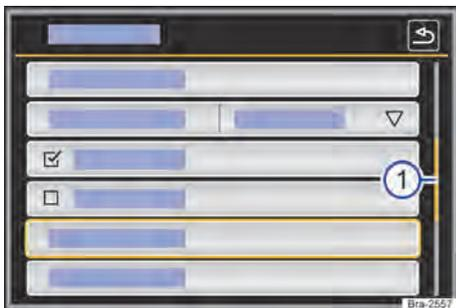

Fig. 102 Representação esquemática: entradas da lista no menu de configurações.
As entradas de lista podem ser acessadas pelo toque direto no display ou por meio do botão de regulagem → Fig. 102 ④.
Se em uma exibição de lista houver mais registros selecionáveis do que podem ser visualizados, são mostradas superfícies de função para a rolagem ou uma barra de rolagem à direita na imagem → Fig. 102 ①.